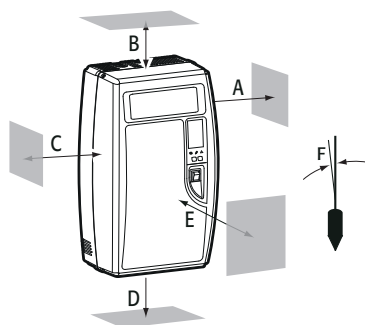

Fig. 3.a
- Se till att luftfuktaren är placerad vertikalt, med minsta möjliga mellanrum (se fig. 3.a och tab. 3.a för installation av luftkanalmodellen och fig. 3.b och tab. 3.b för rumsmodellen) för att ge fullgod säkerhet och tillåta nödvändigt underhåll.